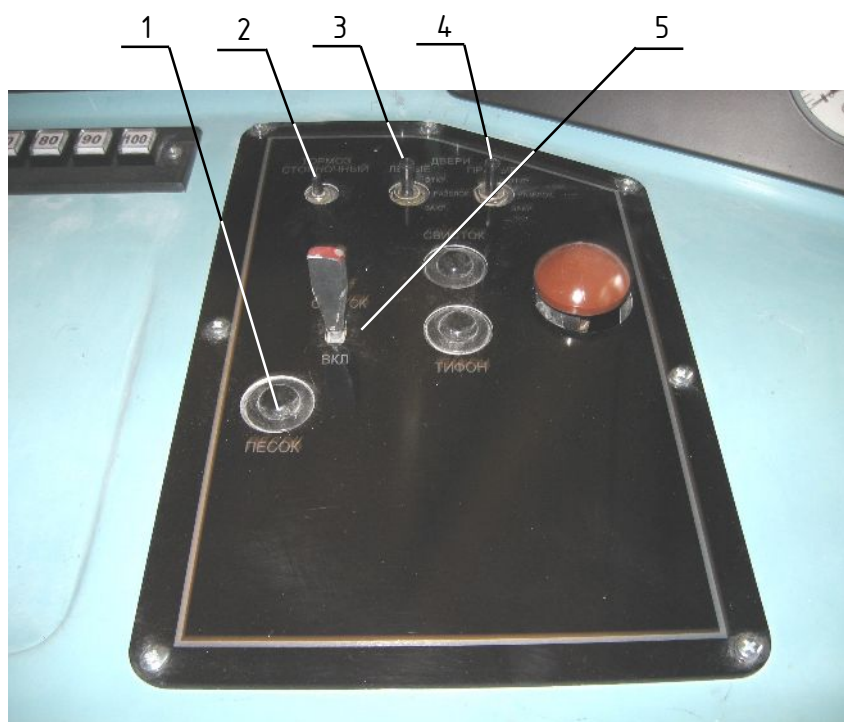

Рисунок 4.7 – Панель управления № 2. Внешний вид
4.3.2 Для закрытия дверей левой/правой стороны из кабины машиниста необходимо на ПУ-2 перевести тумблер ДВЕРИ ЛЕВЫЕ/ДВЕРИ ПРАВЫЕ в положение ЗАКР (рисунок 4.7, позиции 3, 4):
4.3.3 При переводе на ПУ-2 тумблера ДВЕРИ ЛЕВЫЕ/ДВЕРИ ПРАВЫЕ в положение РАЗБЛОКИРОВАТЬ (рисунок 4.7, позиции 3, 4) устанавливается режим управления дверями от кнопок управления дверями.